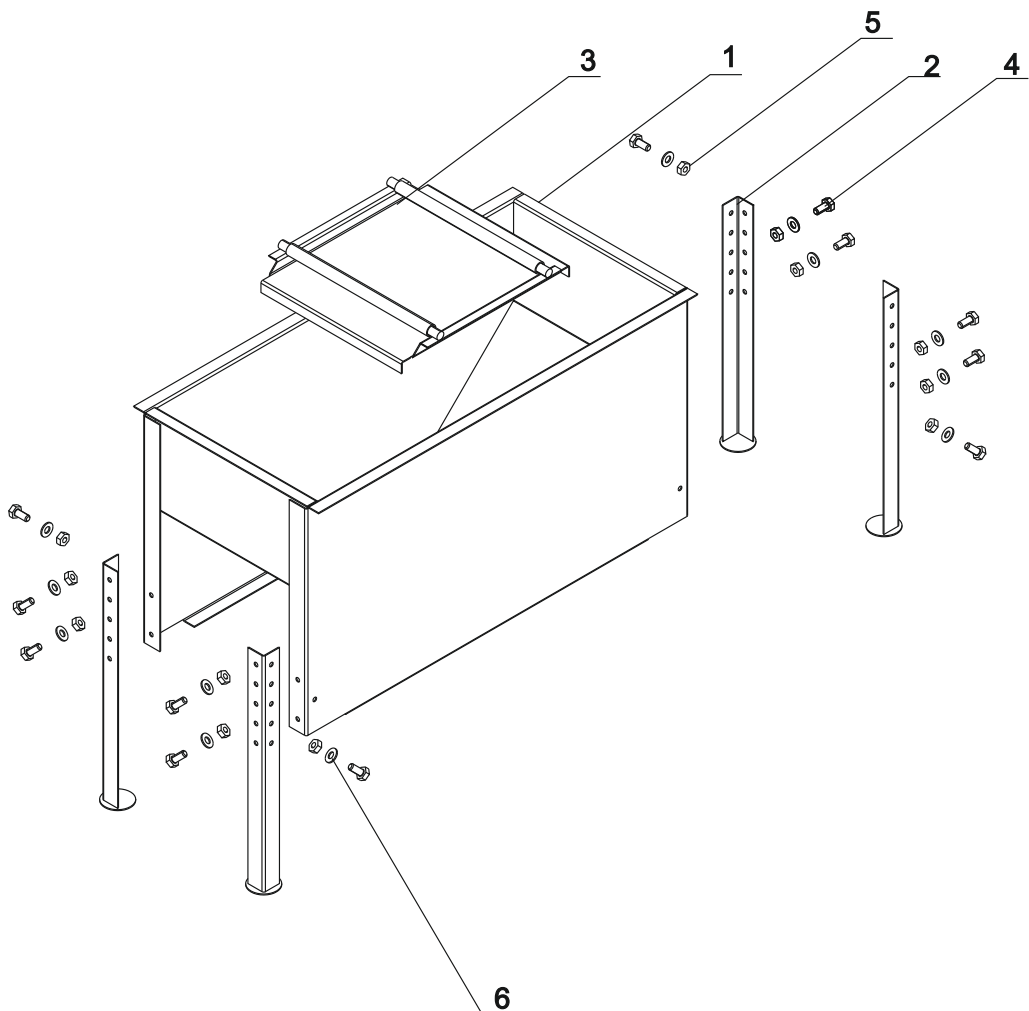

Рис. 1. Схема сборки шиномонтажной ванны
3.2. Проверьте комплектность поставки (номера позиций на рис. 1 соответствуют позициям в списке комплектующих).